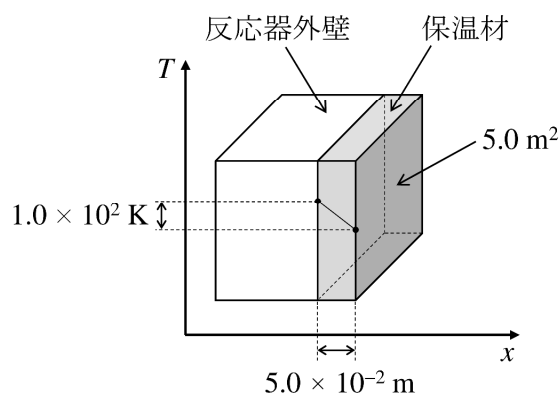

図2-2 反応器の外壁に設置した平板状保温材内の伝導伝熱の模式図
- (3) 図2-2に示すように、ある反応器の外壁に、熱伝導度 $2.0 \times 10^{-2} \text{ W} \cdot \text{m}^{-1} \cdot \text{K}^{-1}$ 、厚さ $5.0 \times 10^{-2} \text{ m}$ 、伝熱面積 5.0 m^2 の均一な平板状保温材を設置した。伝熱が保温材の伝熱面に対して垂直方向（ x 軸方向）に起こるとし、保温材の内表面の温度差が $1.0 \times 10^2 \text{ K}$ であるとき、保温材を通じて単位時間あたりに失われる熱量 q_{loss} [W] を求めなさい。